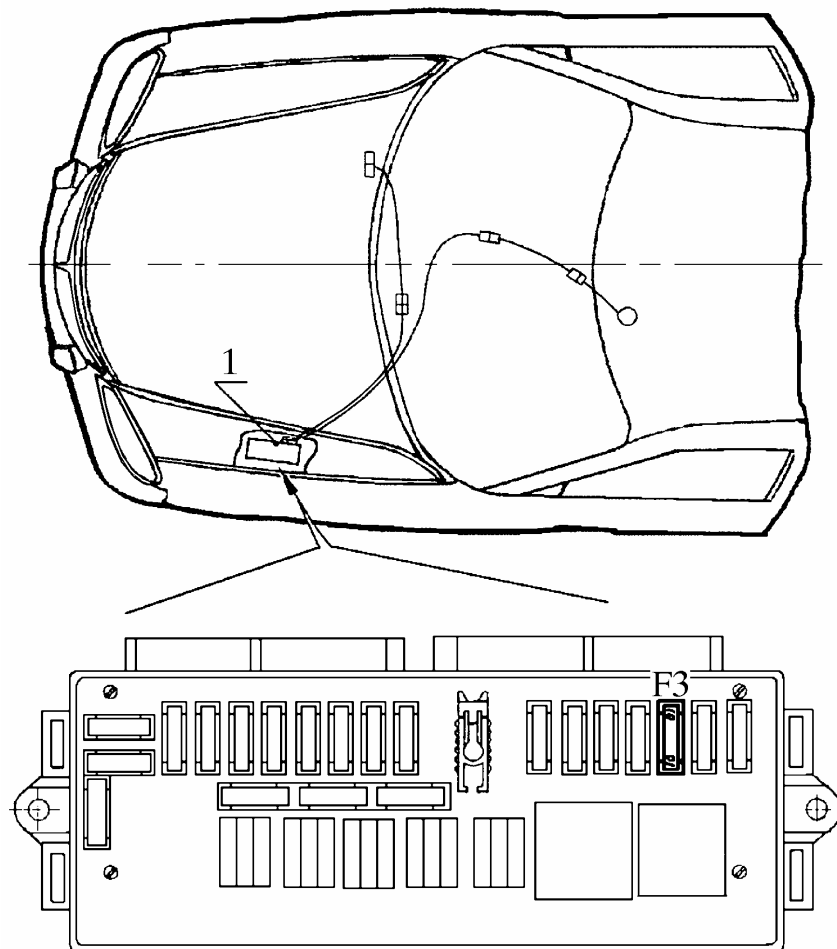

Рис. 4. Место расположения блока предохранителей:
4.3.1. Снять крышку блока 1 (рис. 4) предохранителя, расположенного под капотом на левом крыле.